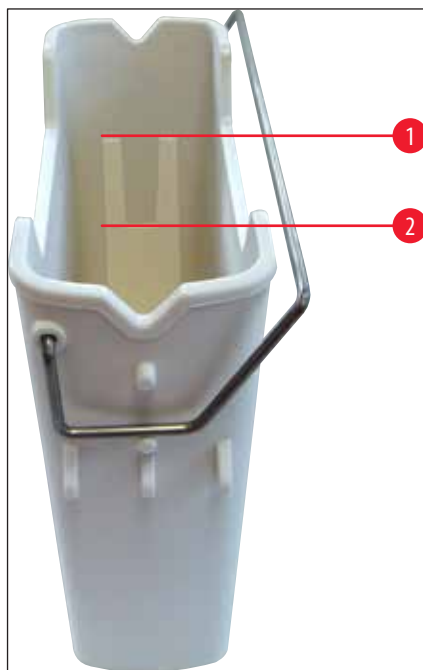

图 67
4. 检查填充液位是否足够 (→ 图 67)，试剂是否无污垢。如有污染，应更换溶剂 (→ 第 38 页 – 4.6.3 准备试剂缸并填充，然后插入加载抽屉)，重新填充之前，应先清洁试剂缸。